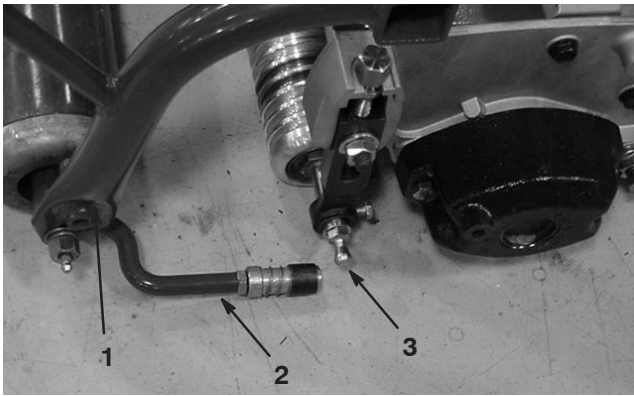

Bild 10
2. Bringen Sie an jedem Ende der vorderen Rolle der Mähwerke jeweils eine Scheibe und einen Kugelbolzen an (Bild 10).